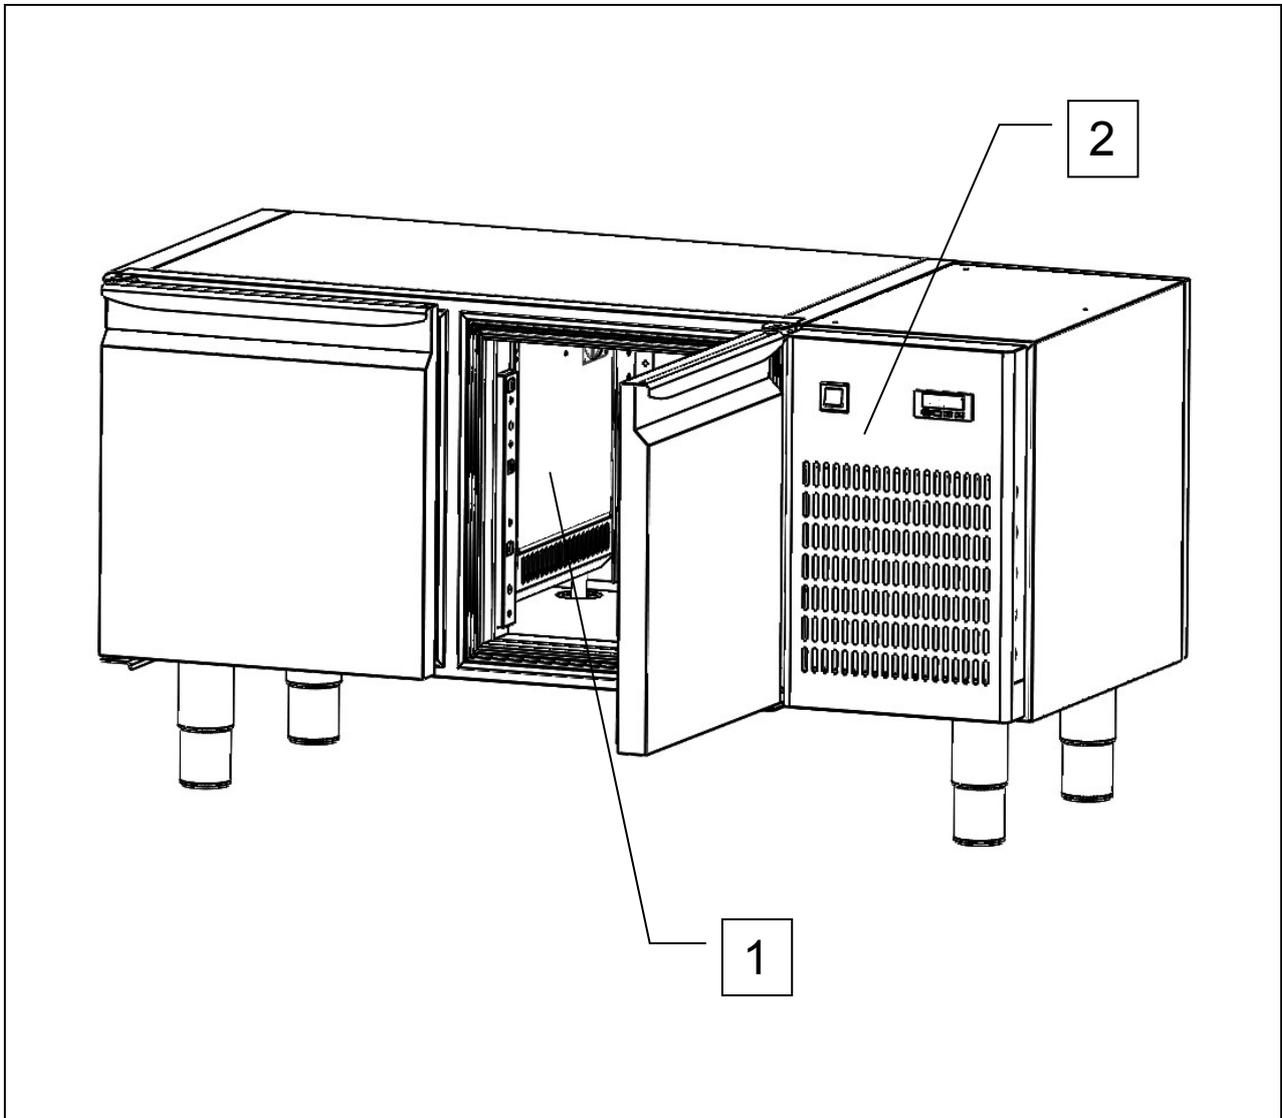

Fig. 5
- parete inox interna a copertura dell'evaporatore e delle ventole interne (rif. 1, fig. 5);
- pannello frontale a copertura del ventilatore condensatore (rif. 2, fig. 5).